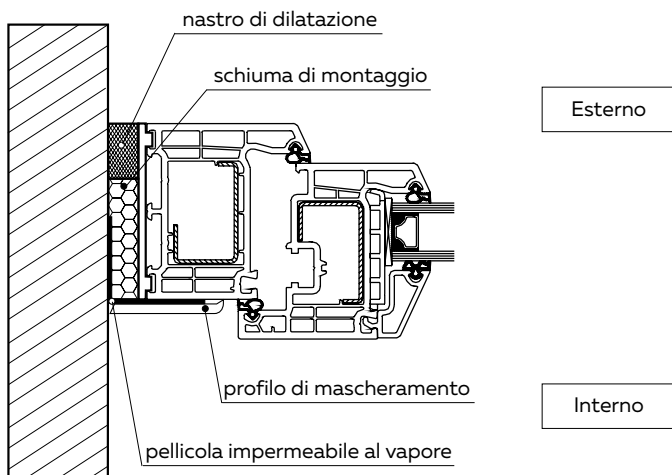

Fig. 7
- dall'interno (schiuma e pellicola impermeabile al vapore o silicone): intonacare sopra, coprire con cartongesso (fig. 8 pag. 15) o con un listello di mascheramento (fig. 7 pag. 15).